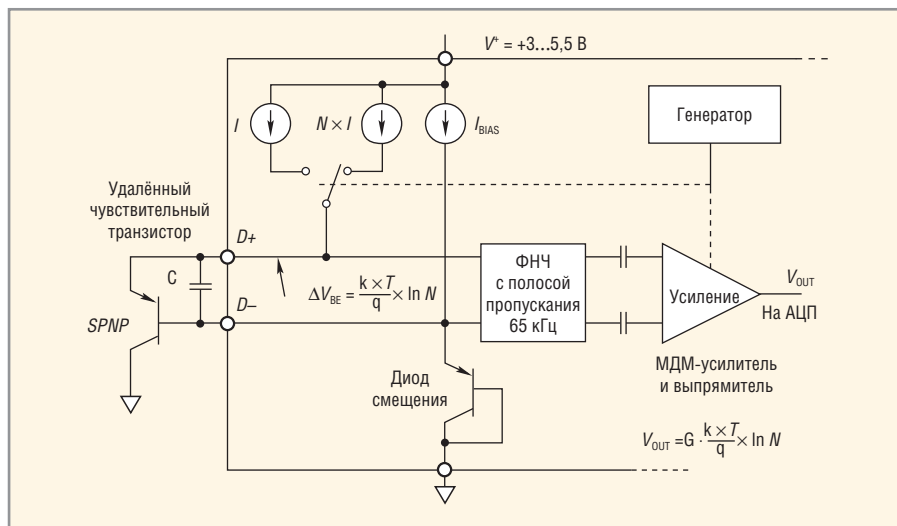

Рис. 8. Структурная схема температурного датчика в ИС ADM1021
Так, в некоторых температурных датчиках в качестве удалённого термочувствительного элемента используют прямосмещённый эмиттерный переход внешнего транзистора, через который попеременно задают два значения тока, отличающиеся в N раз ($I_{C1} = N \times I_{C2}$) (см. рис. 8), регистрируют V_{BE1} , V_{BE2} и с учётом (13), а также $I_{S1} = I_{S2} = IS$ рассчитывают температуру: